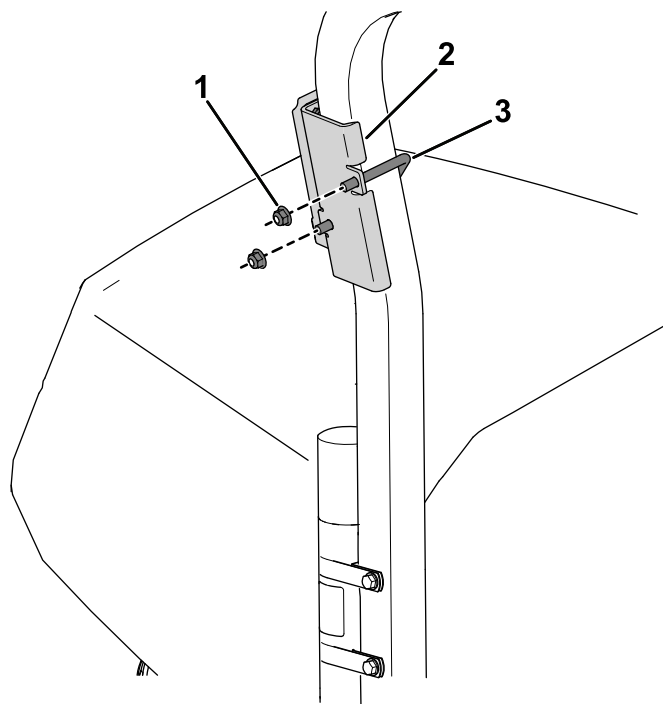

図 7
2. U ボルトとフランジナット (¾") 2個を使って、デバイスブラケットをロールバーのマニュアルチューブの上の領域に固定する(図 7)。